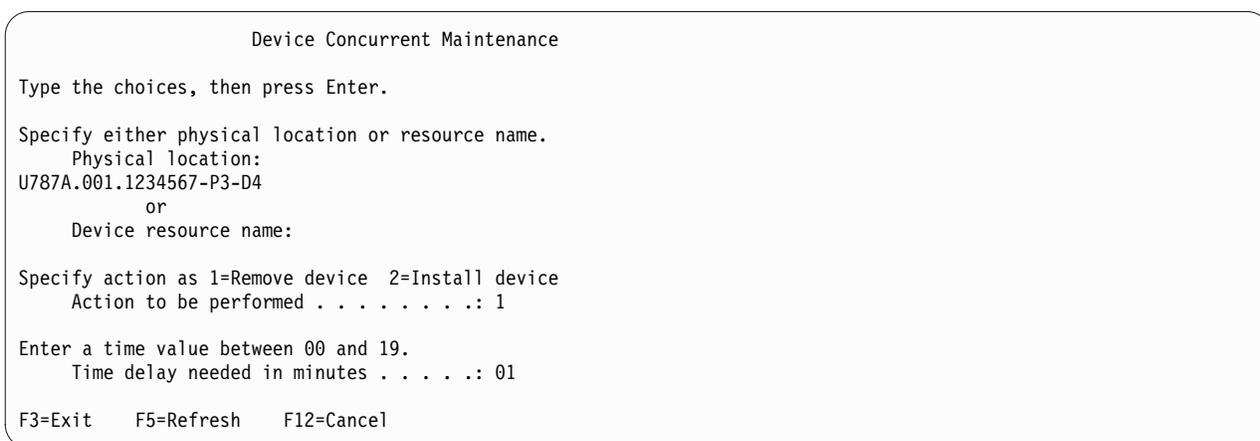

Figure 60. Exemple d'écran Device Concurrent Maintenance
15. Dans l'outil Hardware Service Manager, accédez à l'option **Select Device Concurrent Maintenance**. Appuyez sur Entrée. L'écran Device Concurrent Maintenance s'affiche (voir figure 60).